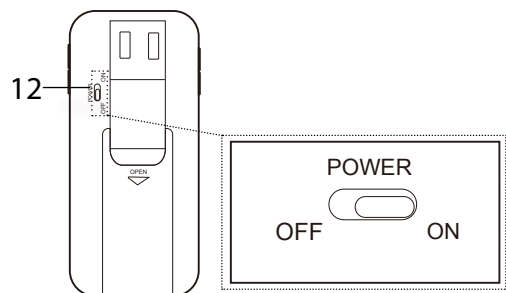

Abb. 4
1. Schieben Sie den Ein-/Ausschalter (12) auf **ON** (EIN), um den Empfänger (1) einzuschalten (Abb. 4).
2. Schieben Sie den Ein-/Ausschalter (12) auf **OFF** (AUS), um den Empfänger (1) auszuschalten (Abb. 4).